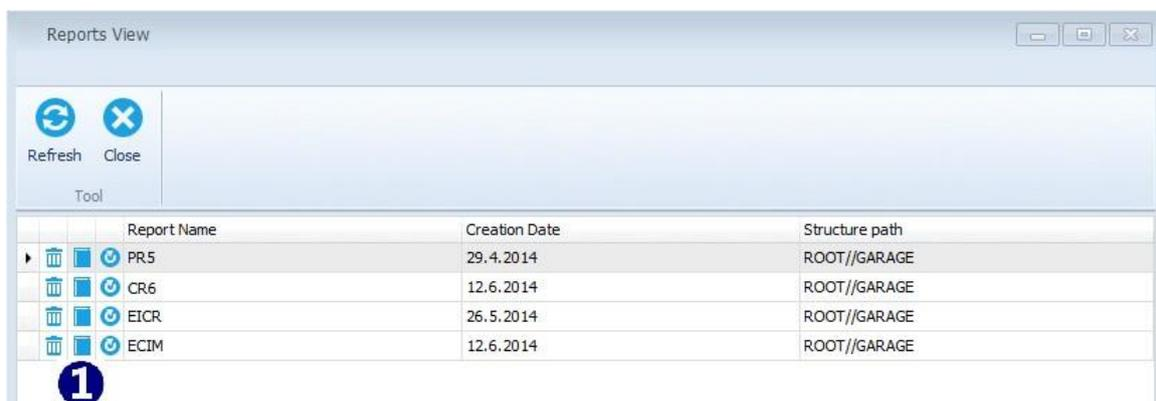

Abbildung 11.1: Fenster "Berichte verwalten"
• **Manage** : Ein Klick auf das Symbol öffnet die Liste der vorhandenen Berichte (**Abbildung 11.1**) zur Verwaltung. Jeder Bericht kann zur Bearbeitung geöffnet, gelöscht oder neu erstellt werden (1):